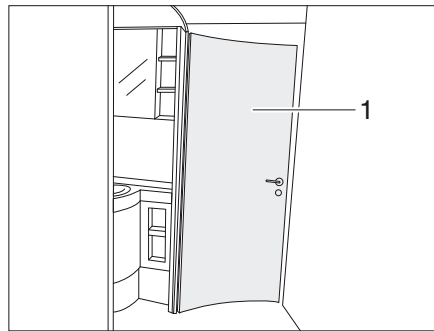

Bild 234 Badrum
Toalettdörren (Bild 234,1) kan låsas i 1-3 olika öppningsvidder, beroende på utförande, till ett badrum. Beroende på vald öppningsvidd förbinds olika rumsdelar med varandra.
- ▷ Toalettdörren (Bild 234,1) får inte användas som rumsavskiljare under körning. För dörren i normalläge (toalettområde isolerat).